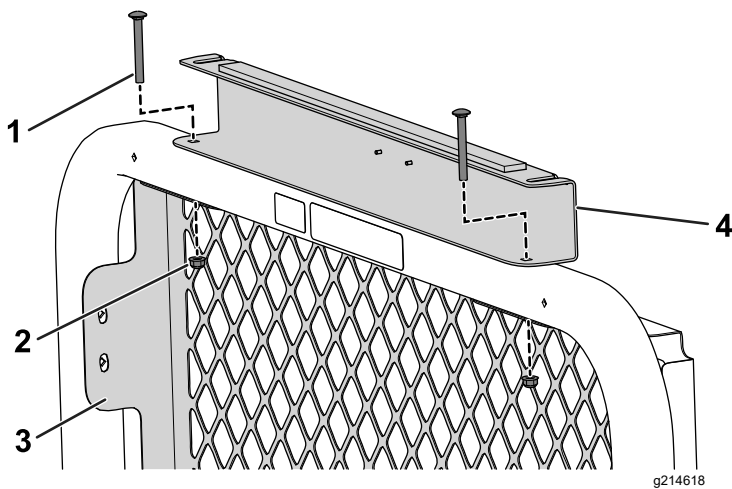

Рисунок 33
5. С помощью 2 каретных болтов (5/16 x 2³/₄ дюйма) и 2 фланцевых гаек (5/16 дюйма) прикрепите заднюю опору навеса и заднюю решетку к защитной дуге (Рисунок 33).